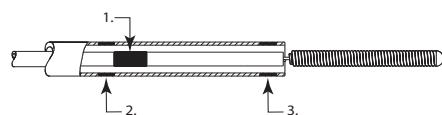

Figura 2
- Continúe haciendo avanzar la bobina desmontable Axium™ Prime hasta que el marcador de alineación del empajador del implante se sitúe distal respecto al marcador proximal del microcatéter (consulte la Figura 2).